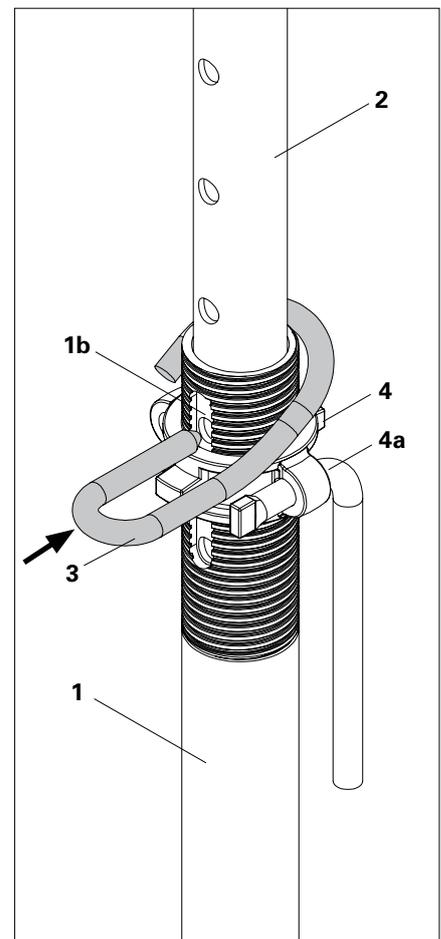

Fig. A1.01a
3. Introduire le crochet G (3) dans l'alésage visible et le faire passer par la coulisse intérieure. (Fig. A1.01a)
4. Tourner l'écrou de réglage (4) avec la poignée (4a) à la cote nominale (Fig. A1.01a).